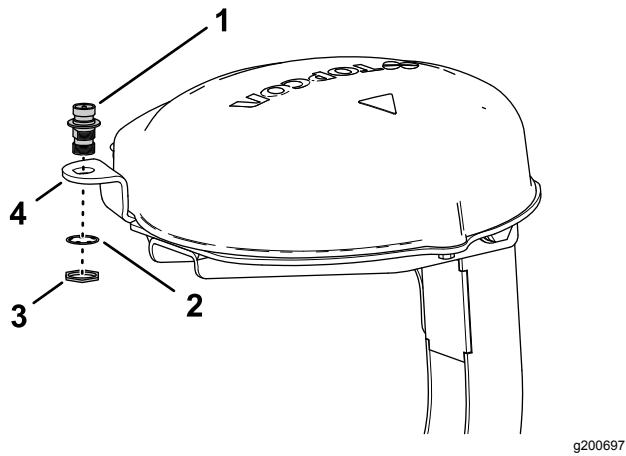

图159
1. 让同轴耦合器穿过 RTK 天线法兰上的开口耦合器的隔板螺纹向下 图159。
2. 使用锁紧垫圈和锁紧螺母将同轴耦合器安装到接收器底板的法兰上并用手拧紧锁紧螺母 图159。